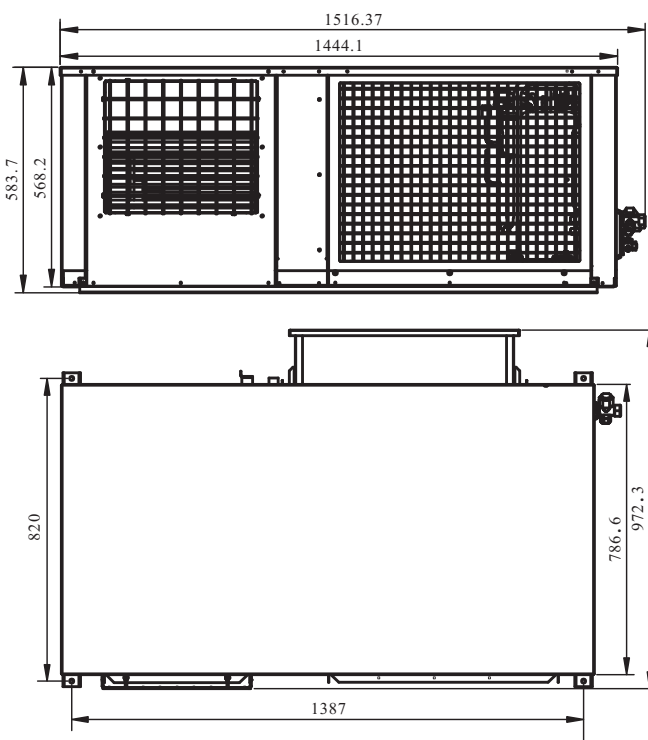

Fig. 3-2 Dimensione dell'unità esterna
- 2) La Fig. 3-2 è applicabile per i modelli GIA-CEN-14KOMP; GIA-CEN-16KOMP